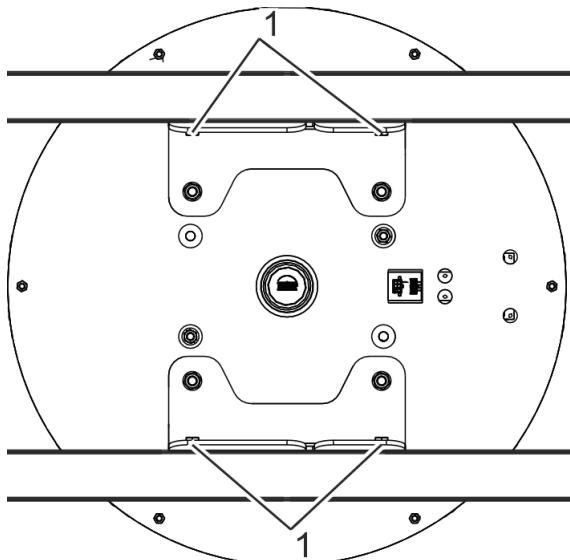
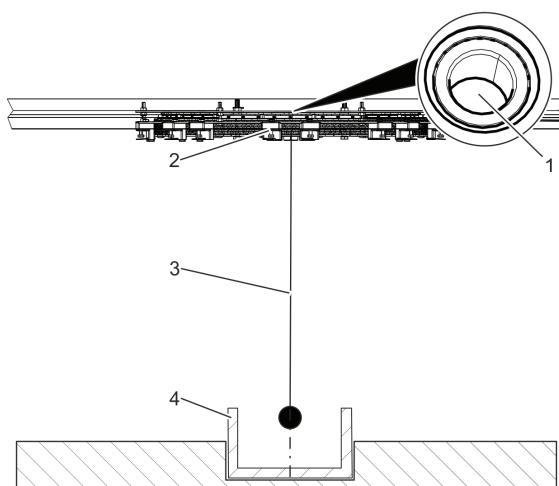

Рис. 58 Угловой кронштейн привода
Рис. 59 Выравнивание привода
Немного освободить угловой кронштейн (рис. 58/1) привода (рис. 58).
Вставить корпус подшипника (рис. 59/4) в отверстие и выровнять его относительно центра оси ограждения цилиндрической формы.
- Отметить на земле положения установочных отверстий для корпуса подшипника (рис. 59/4).
- Выровнять корпус подшипника (рис. 59/4) на шпильках.
Установить корпус подшипника (рис. 59/4) с помощью крепежных винтов. При этом необходимо контролировать моменты затяжки винтов.
- Вставить поставляемый отвес сверху в центр привода (рис. 58/1).
- Пропустить отвес со шнуром (рис. 59/3) сверху через центр привода.
- Опустить отвес со шнуром (рис. 59/3) через корпус подшипника (рис. 58/4), как показано на рис. 59.
- Дать отвесу со шнуром (рис. 59/2) остановиться над корпусом подшипника (рис. 59/3).
- Выровнять привод (рис. 59/2) относительно корпуса подшипника (рис. 59/3), используя отвес со шнуром (рис. 59/4).
- Убрать отвес со шнуром (рис. 59/3) и приспособление с отвесом из центра привода (рис. 59/1).
- Убрать отвес со шнуром (рис. 59/3) и приспособление с отвесом из центра привода (рис. 59/1) и корпуса подшипника (рис. 59/4).
- Установить вилы автопогрузчика под привод (рис. 59/1).